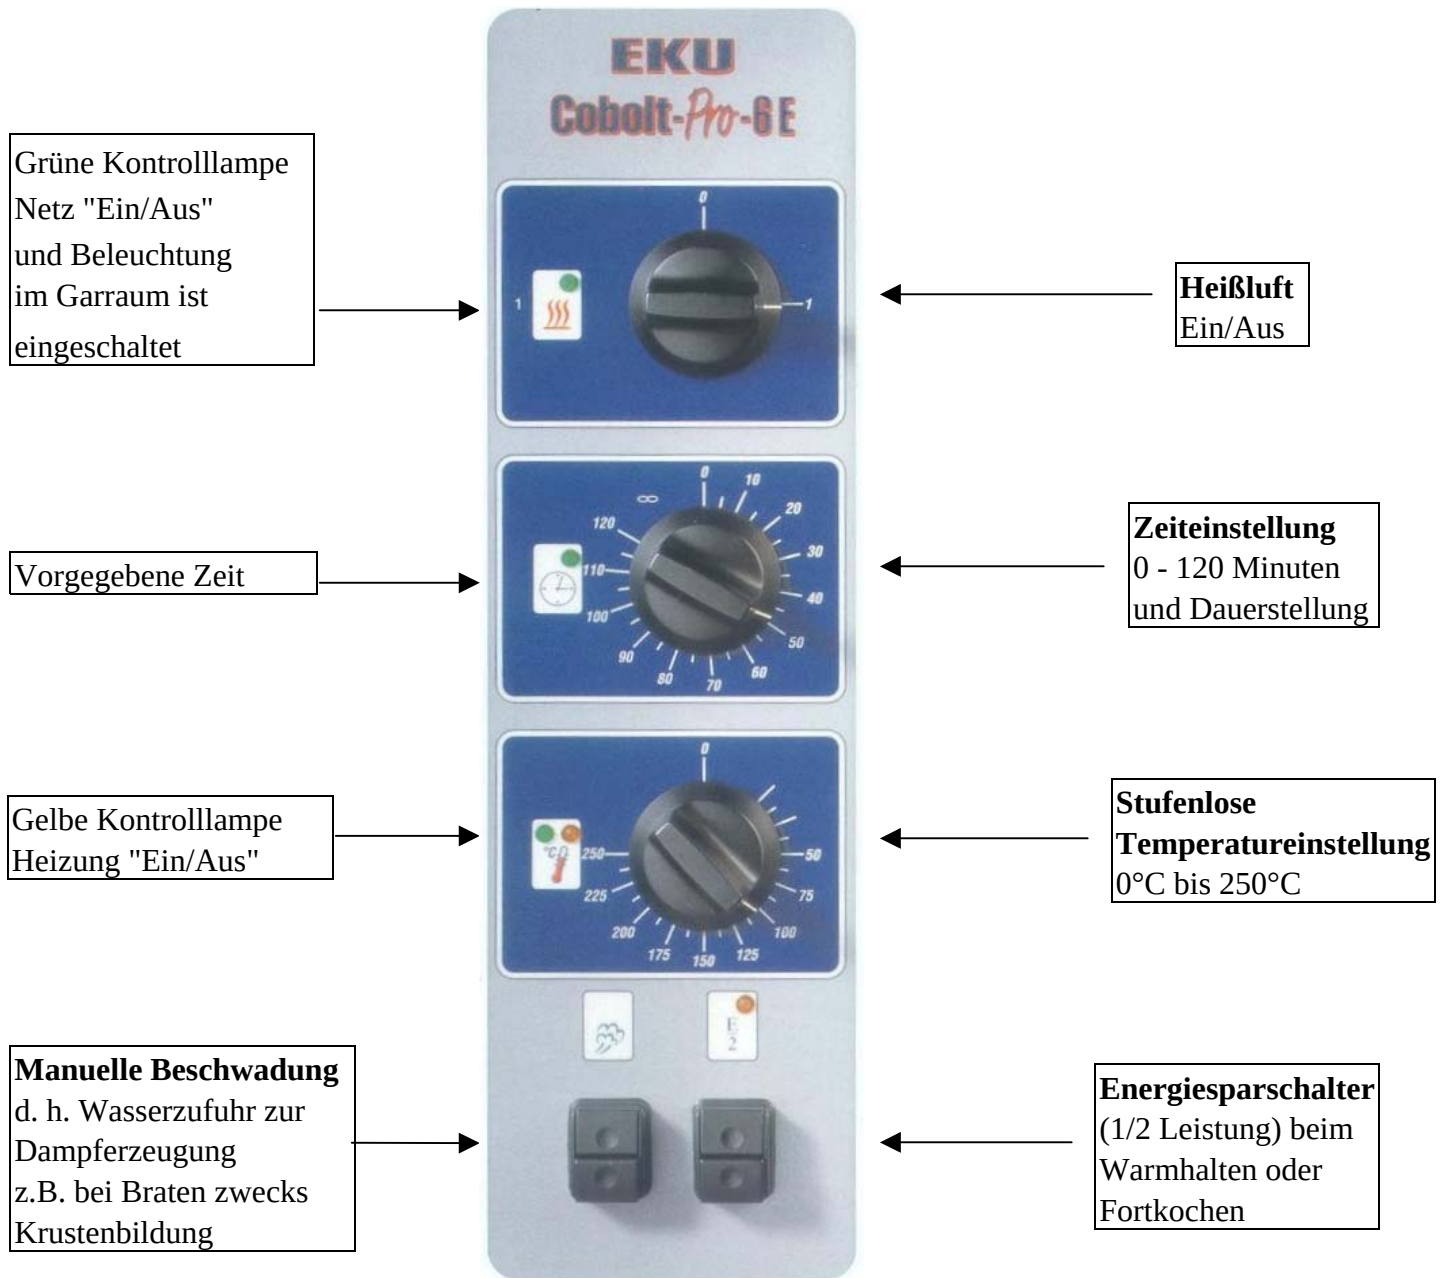
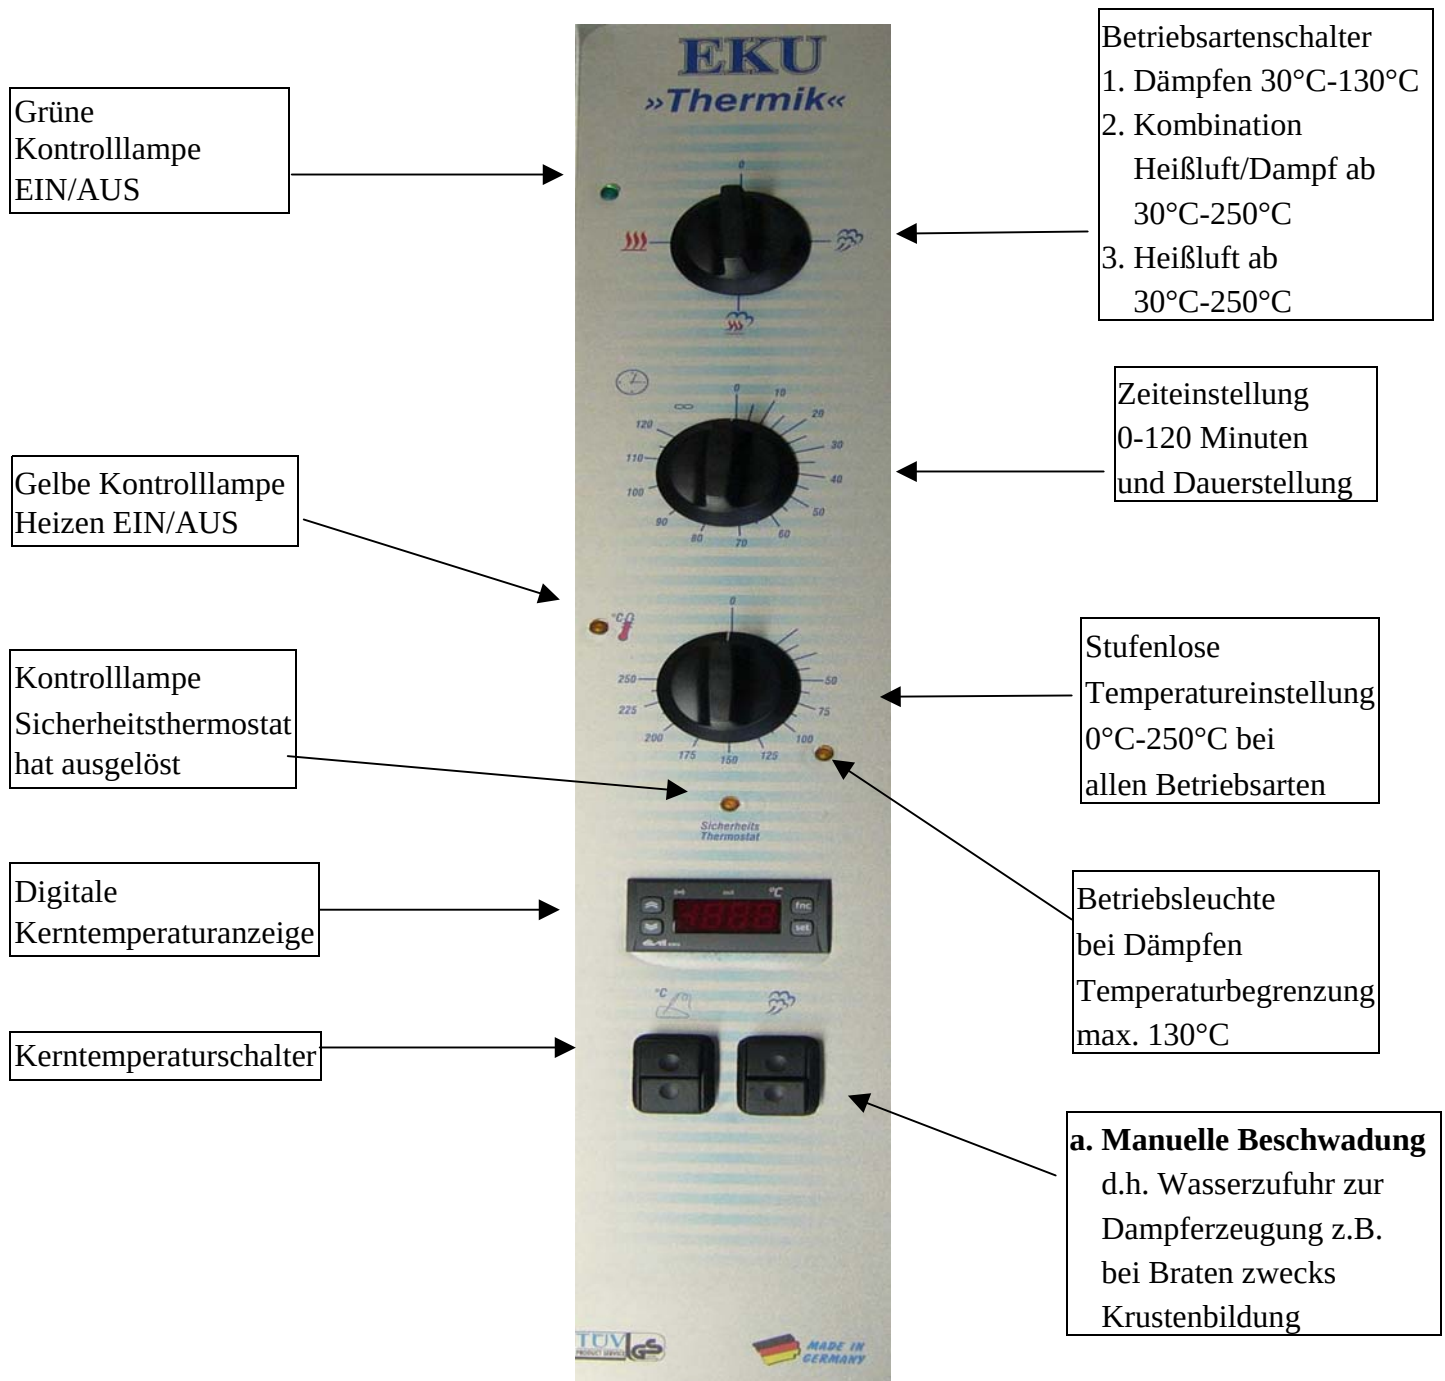

Bild 2
Bild 3
Siehe Bild 2
- c. Den Schalter für stufenlose Temperaturregelung (siehe Bild 2 oder 3) nach rechts auf die gewünschte Temperatur drehen. Solange die Heizung eingeschaltet ist, leuchtet die gelbe Kontrollleuchte. Schaltet die Heizung ab, erlischt die gelbe Kontrolllampe.
Die Anordnung der einzelnen Bedienungselemente ist beispielhaft Bild 2 und Bild 3 zu entnehmen.
- A) Stellen Sie den Programmschalter auf die Position 1 (Bild 3)
- B) Stellen Sie Zeitschaltuhr auf die von Ihnen gewünschte Dauer (siehe Bild 3)
- A) Stellen Sie den Programmschalter auf die Position 2 (Bild 3)
- B) Stellen Sie die Zeitschaltuhr auf die von Ihnen gewünschte Dauer (siehe Bild 3)
- A) Stellen Sie den Programmschalter auf die Position 1 (Bild 2 Typ "Cobolt") bzw. in Position 3 (Bild 3 Typ "Thermik")
Durch Betätigen dieses Schalters (siehe Bild 3) schalten Sie den Kerntemperaturfühler "EIN". Sobald die vorgewählte Temperatur im Gargut erreicht ist, schaltet das Gerät automatisch ab.